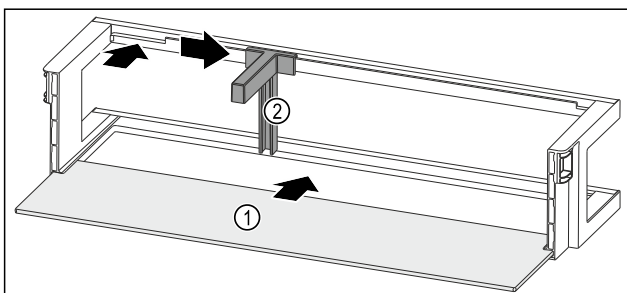

Fig. 125 Türabsteller mit Abstellfläche
- ▶ Abstellfläche Fig. 125 (1) in die seitlichen Einsparungen einschieben.
- ▶ Flaschenhalter Fig. 125 (2) in die Aussparung einsetzen.
- ▶ Flaschenhalter Fig. 125 (2) in gewünschte Position zur Seite schieben.